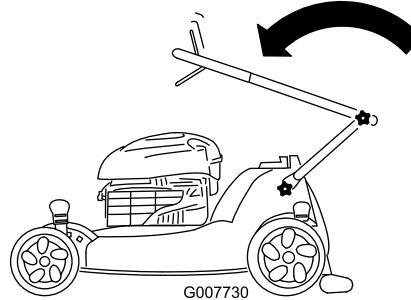

Figura 53
2. Pliegue hacia adelante la sección superior del manillar (ver Figura 53).